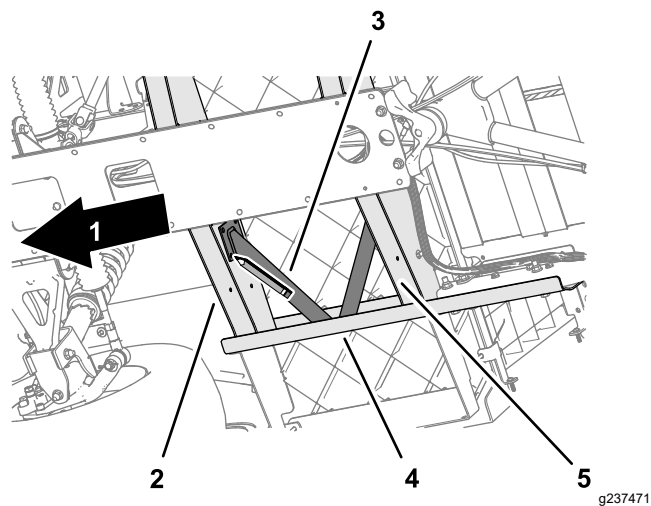
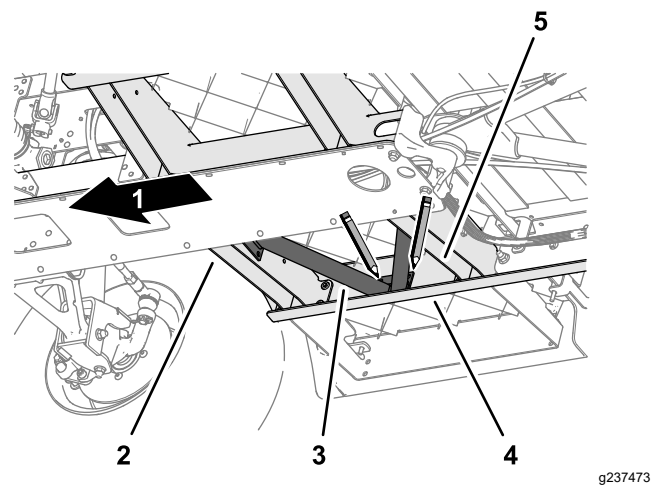
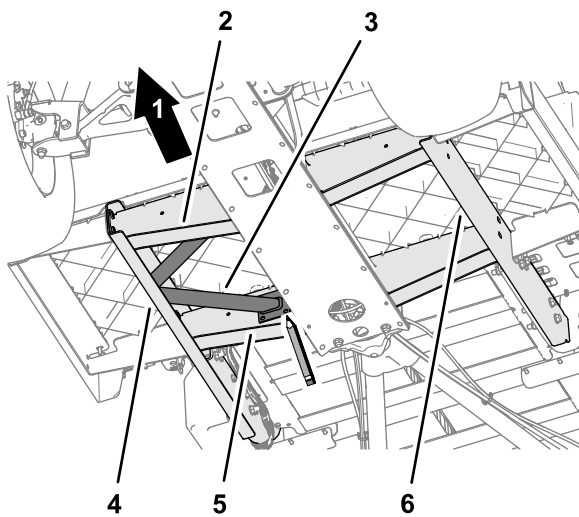

図 15
図 16
図 17
3. フロアブレースをテンプレートとして使用し、サイドフレームチャンネルとフロアチャンネルに穴位置をマーキングする。(図 15, 図 16、および図 17)。
- フロアブレースのフランジをマシンのサイドフレームチャンネル、前方フロアチャンネル、およびリアフレームチャンネルに面一に合わせる (図 15)。
- フロアブレースを床と平行に合わせる (図 15)。